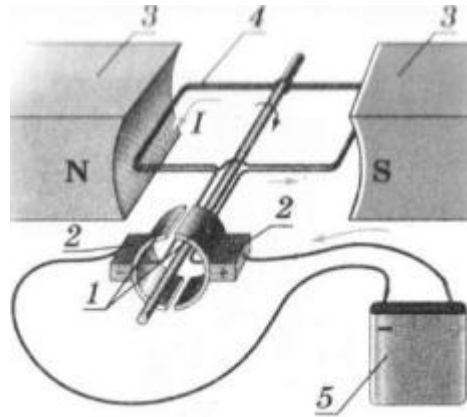

Рис. 9. Модель дії колектора.
На рис. 9 зображено модель, за допомогою якої можна ознайомитися з принципом дії колектора. Власне колектор являє собою два півкільця (1), до кожного з яких притиснута металева щітка (2). Півкільця виготовлені з провідника й розділені зазором. Щітки слугують для підведення напруги від джерела струму (5) до рамки (4), яка може легко обертатися навколо горизонтальної осі і розташована між полюсами потужного магніту (3). Одну